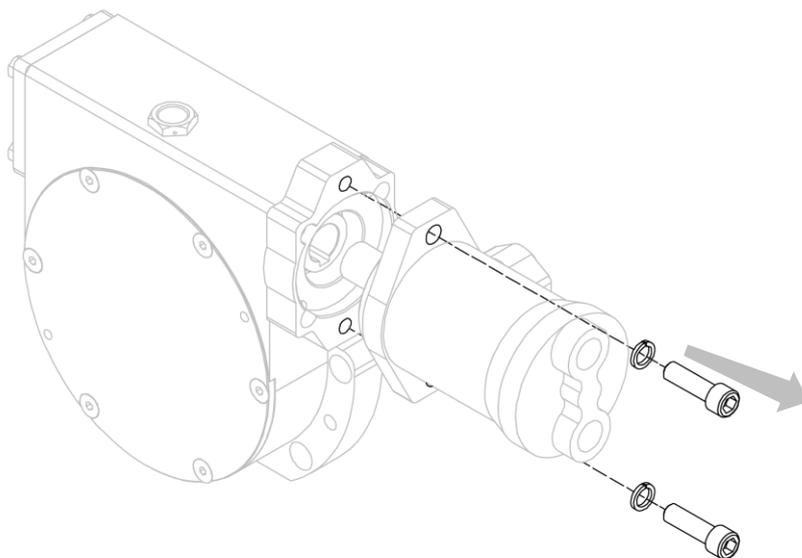

Figura 28
4. Separare il motore dal riduttore, dopo aver rimosso le relative viti che lo vincolano (vedi *Figura 28*).